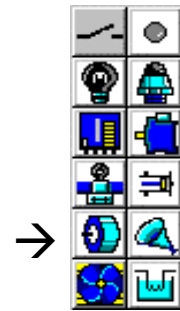

Abb. 1.10
- ➔ Auswahl der Ausgänge (Abbildung 1.10):